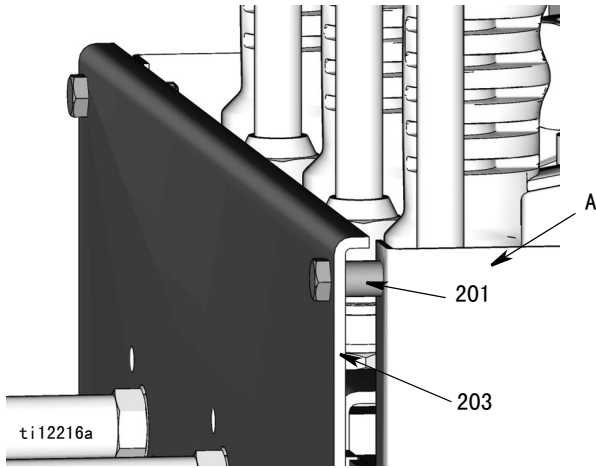

图 1
1. 要改造现有的注油架以适应 Matrix 流量计，需要在注油架 (A) 和前面板 (203) 之间安装隔环 (201) (图 1)。